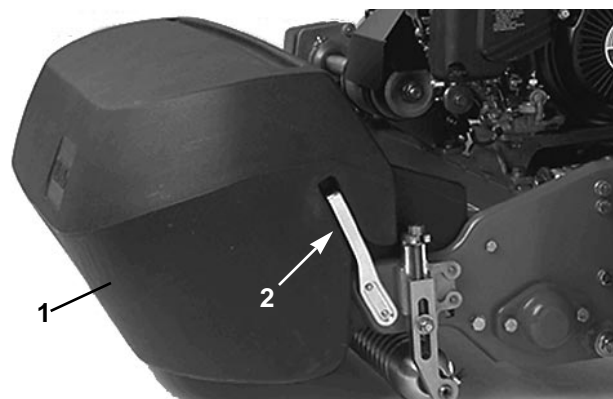

Fig. 12
1. Tag fat i græsopsamlerens øverste bagkant, og lad den glide på opsamlerens monteringsstænger (Fig. 12).